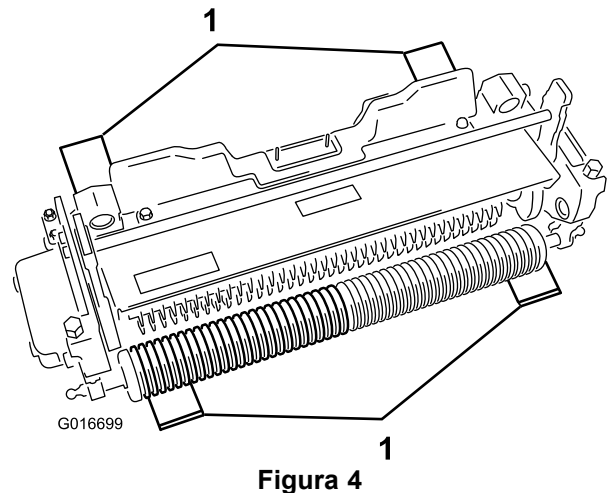

Figura 4
2. Coloque 4 barras indicadoras, que têm a profundidade desejada de penetração da lâmina abaixo do solo, debaixo do rolo frontal e traseiro da unidade de escarificação (Figura 4).